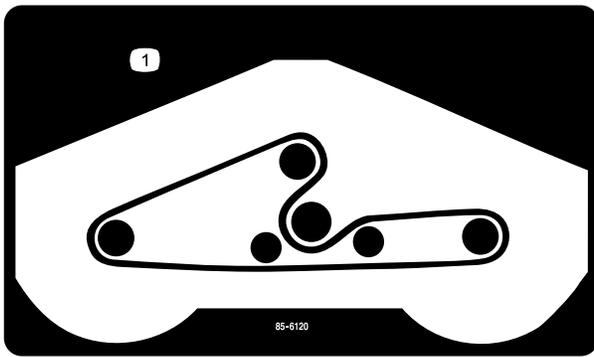

Bild 24
5. Verlegen Sie den neuen Riemen um die Spindelscheiben und durch die Spannscheiben, siehe Bild 24.